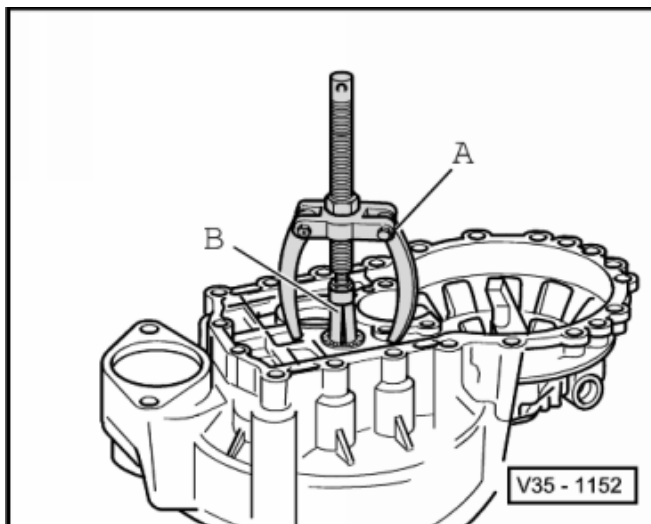

Abb. 2: Nadelhülse -A- in das Kupplungsgehäuse einpressen ►
- Außenring/Kegelrollenlager klein mit der ermittelten Einstellscheibe (im Beispiel 1,15 mm) einpressen ⇒ Abb. 2 in **35-2** Seite 4 und Abtriebswelle einbauen.
- ☐ einpressen ⇒ Abb. 2 in **35-3** Seite 2